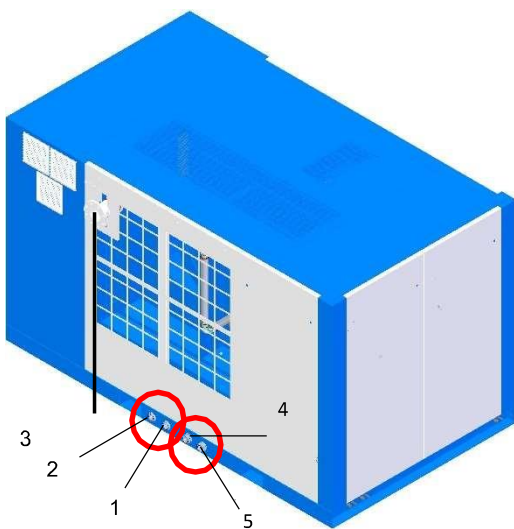

Рис. 17: Винтовой компрессор с водяным охлаждением (опция) / рекуперацией тепла (опция)
- Подача сжатого воздуха потребителю (Рис.17 поз.3)
- подача воды (Рис.17 поз.4)
- возврат воды Рис.17 поз.5
- подача воды (Рис.17 поз.1)
- возврат воды (Рис.17 поз.2)